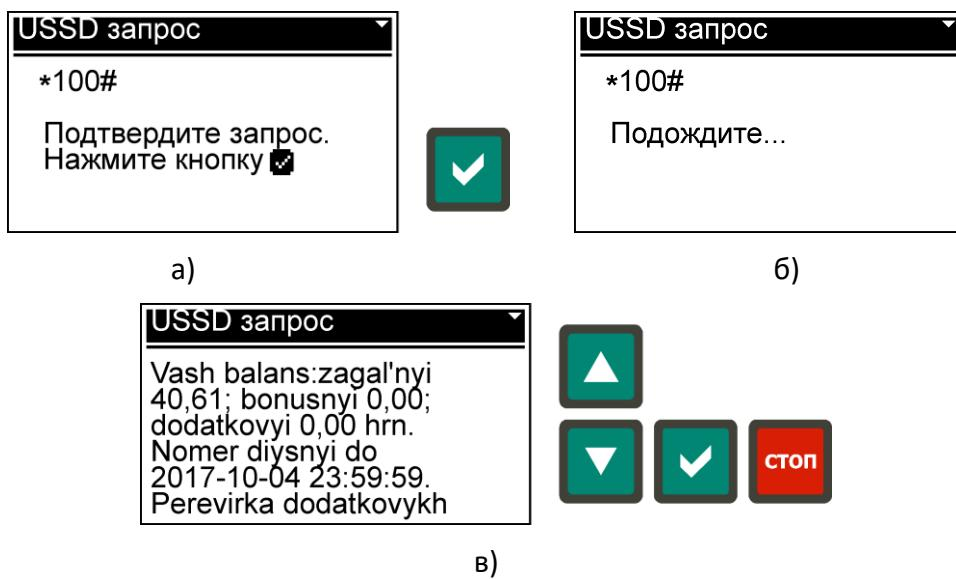

Рис. 5.21. Меню «USSD запрос»:
5.9.3.5.2 Меню «USSD запрос» (рис. 5.21) позволяет получить необходимую информацию от оператора мобильной связи, например проверить баланс на счету. Для этого к контроллеру должен быть подключен GSM модем (п. 5.11.2) и выбрано соответствующее значение параметра Р104 (табл. 5.10). Код USSD запроса определяется параметром Р300 (табл. 5.10).